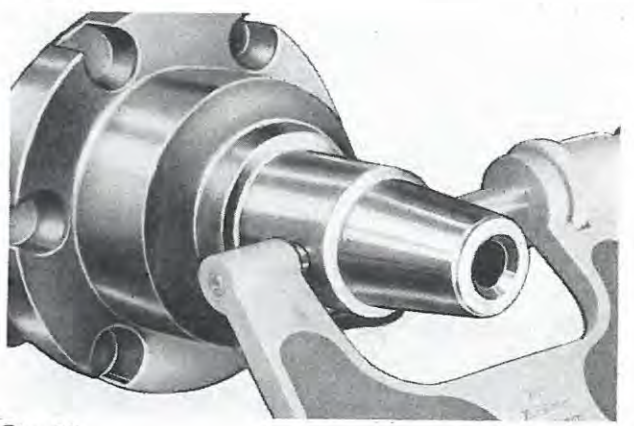

Fig. 98
- Le diamètre de l'axe doit être 28,015 + 28,030 mm, et n'est pas rectifiable (Fig. 98). Repasser la rayure en correspondance de la bague de retenue avec de la toile émerie à grains très fins pour produire des spirales en sens contraire à celui de la rotation et remplacer la bague.
- Shaft diameter must be 28,015+28,030 mm, and is not to be ground (Fig. 98). Remove seal ring groove, on shaft, with a very fine emery cloth. Work cloth in helical motion to obtain fine spiral grooves in opposite direction of shaft rotation and replace oil seal.
- Der Durchmesser beträgt 28,015+28,030 mm und darf nicht geschliffen werden. (Abb.98). Schliffe der Welle an der Stelle des Öldichtringes mit feinkörniger Schmirgelleinwand wiederherstellen, um der Drehrichtung entgegengesetzte Spiralen zu bilden; Dichtring ersetzen.